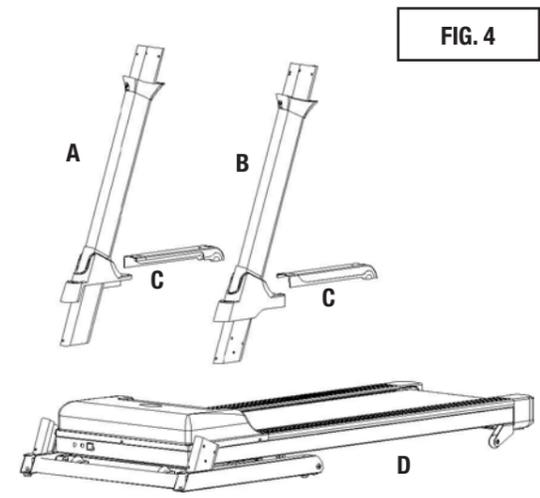
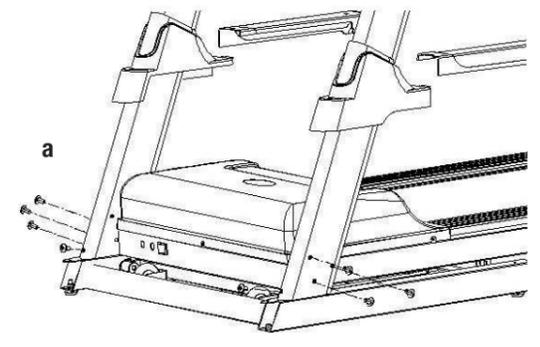
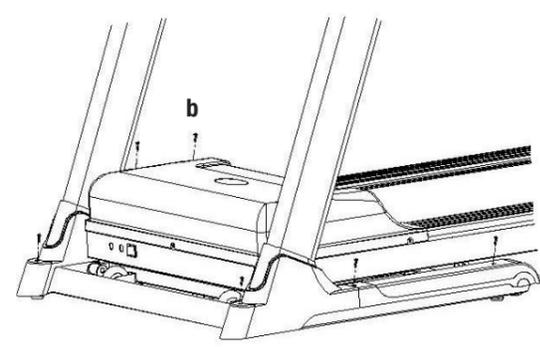

FIG. 4
FIG. 5
FIG. 6
- Sollevare il montante destro A (Fig. 4) ed avvicinarlo alla sede predisposta sul telaio D (Fig. 4), rispettando il senso di orientamento mostrato in fig. 4, quindi collegare il cavo di collegamento in uscita dal vano motore al connettore presente all'interno dal montante destro (Fig. 4).
- Infilare il montante destro A (Fig. 4) e quello sinistro B (Fig. 4) nelle sedi e fissarli utilizzando per ciascuno quattro viti a (Fig. 5) [M8x15].
- Posizionare le mascherine di copertura C (Fig. 4) alla base di ciascun montante e fissarle utilizzando per ciascuna tre viti autofilettanti b (Fig. 6) [ST3x10].